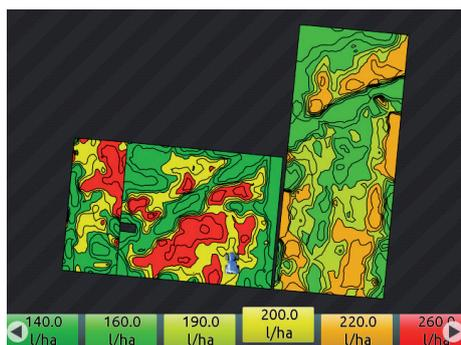

Рис. 218
- Приступите к обработке: В зависимости от положения, обнаруженного GPS-приемником, Bravo 400S будет отправлять команды на внесение соответствующей нормы жидкости на обрабатываемый участок (Рис. 218).